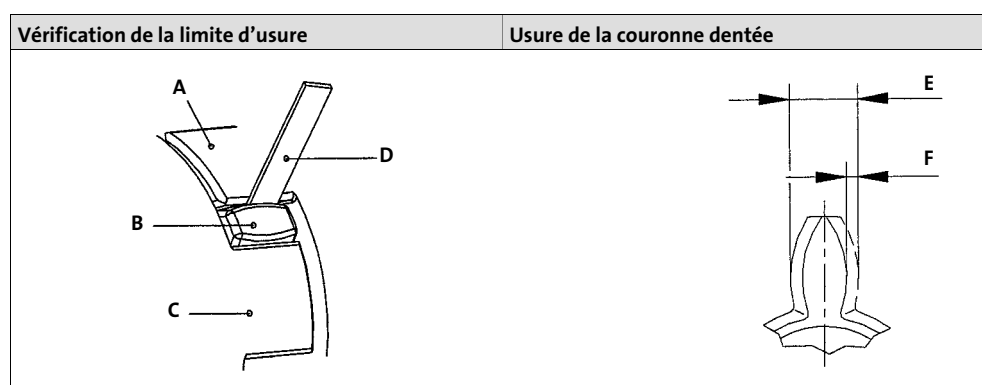

Fig. 5 Vérification : usure
1. Pour procéder au contrôle d'usure et vérifier le jeu angulaire, retirer la vis d'obturation (pos. 1).
2. Mesurer le jeu entre les griffes d'accouplement et la couronne dentée élastique à l'aide d'une jauge d'épaisseur (Fig. 5).
4. Une fois le contrôle terminé, remettre la vis d'obturation en place (pos. 1).